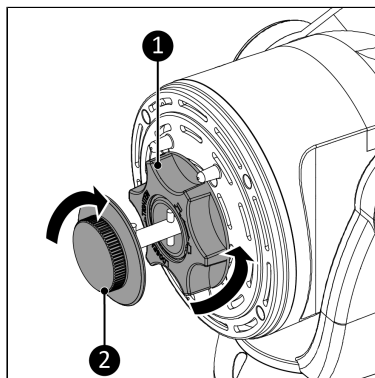

Figure 54.
5. Retirez l'écrou central (Figure 54, pos. 2) du moteur du ventilateur en le tournant dans le sens des aiguilles d'une montre.
6. Retirez l'écrou de la grille (Figure 54, pos. 1) du moteur du ventilateur en le tournant dans le sens des aiguilles d'une montre.